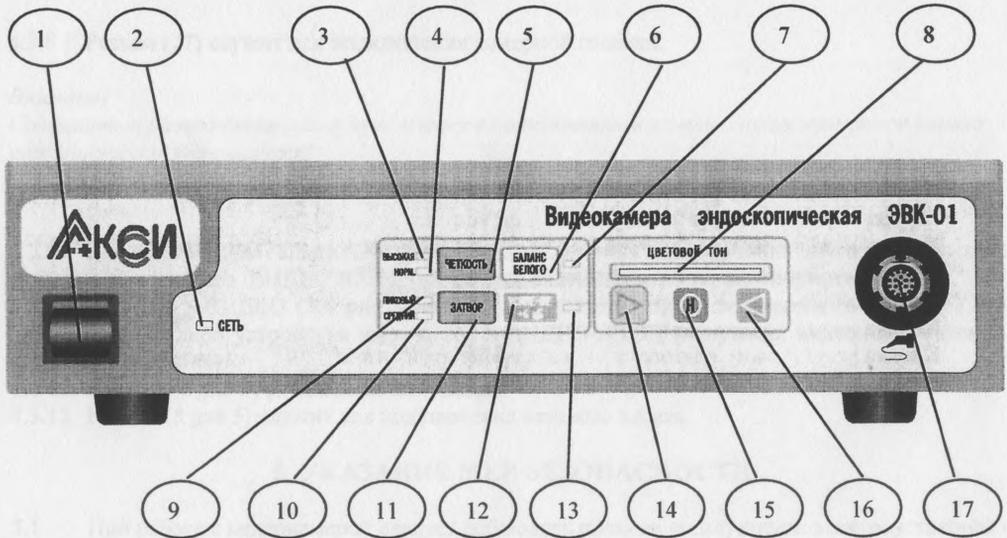

Рис. 2. Передняя панель видеокамеры.
4.2 Расположение органов управления видеокамерой показано на рис. 2 и 3.
#### 4.2.1 Органы управления и индикации видеокамеры (рис. 2):